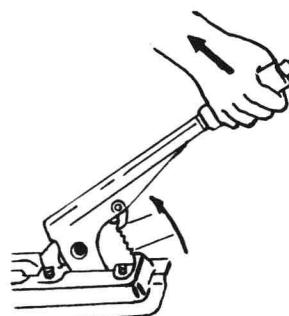

图 1-8 驻车制动手柄
②驻车制动手柄。奥拓轿车驻车制动采用拉索式，如图 1-8 所示。需实施驻车制动时，向上拉起手柄；把手柄向上稍微拉起，并按下杆端按钮，再放下制动手柄，即解除驻车制动。